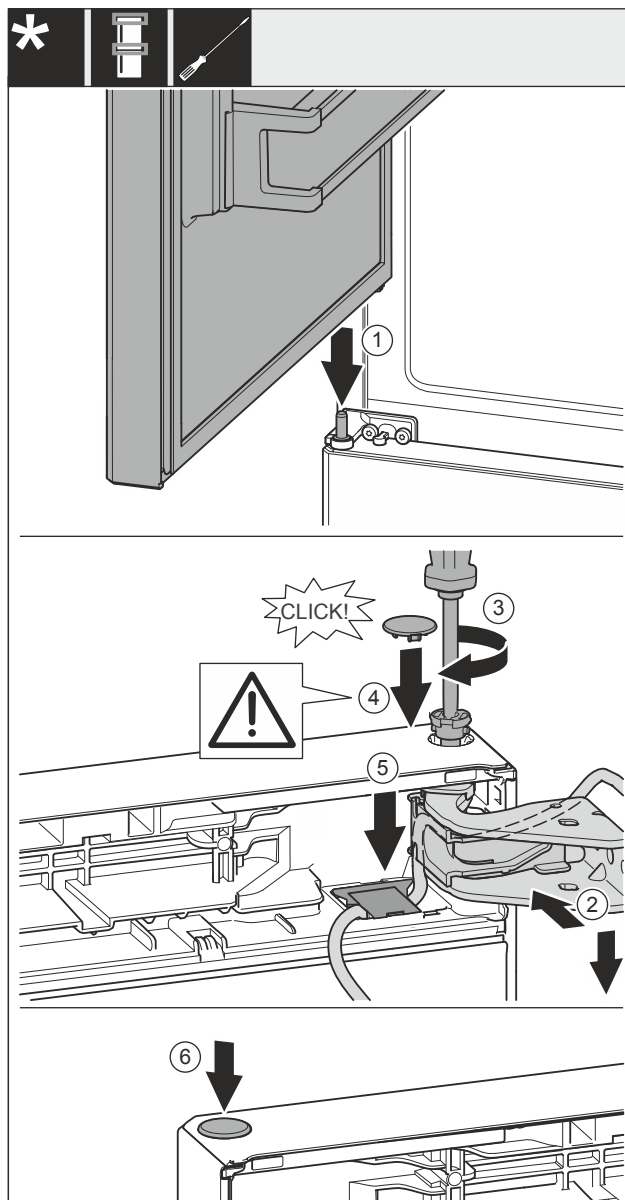

Fig. 55
- Postavite zgornja vrata na srednji ležajni sornik Fig. 55 (1).
- Vrata zgoraj poravnajte z odprtino v ležajnem podstavku Fig. 55 (2).
- Vstavite sornik Fig. 55 (3) in ga zategnite z izvijačem.
- Vstavite pokrov Fig. 55 (4).
- Preverite, ali pokrov Fig. 55 (4) pravilno leži na vratih.
- Vstavite pokrov Fig. 55 (5) in ga potisnite navzdol, da se zaskoči.
- Vstavite pokrov Fig. 55 (6).